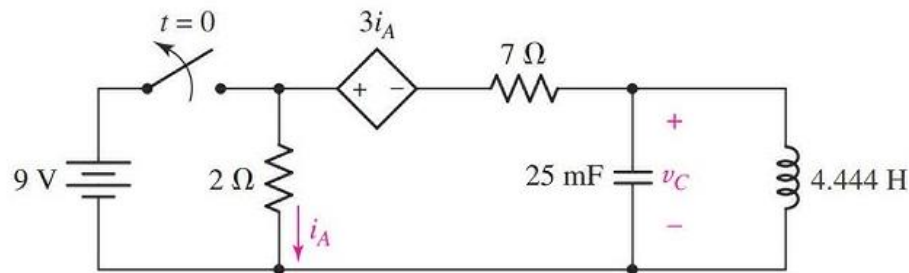

Figura 3.
3. Considere el sistema eléctrico mostrado en la Figura 3.